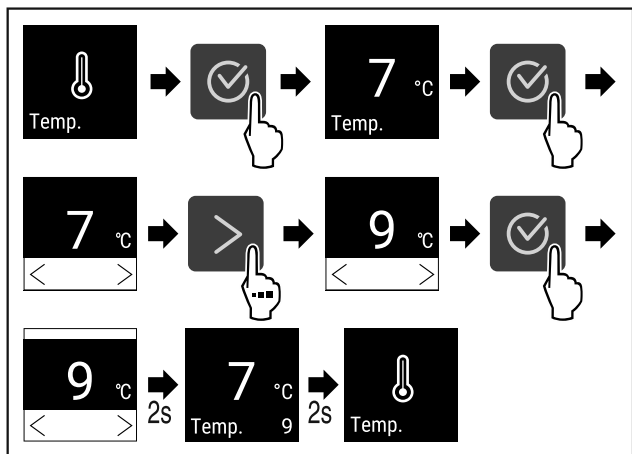

Fig. 67 Hőmérsékletváltozás 7°C-ról 9°C-ra
- ▶ Végezze el a gyakorlati lépéseket (lásd Fig. 67).